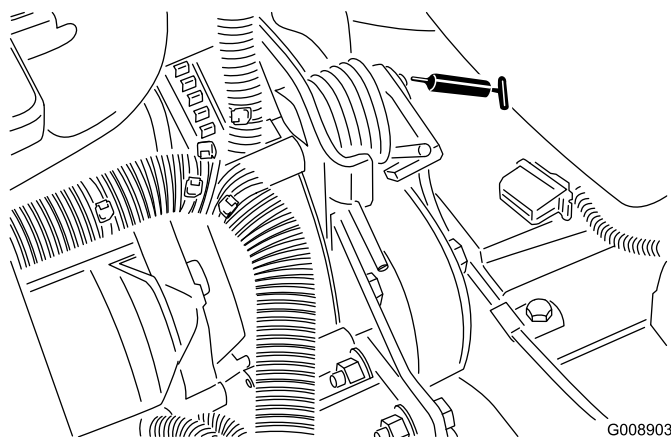

Figura 45
- Pivote tensor de la correa (Figura 45)